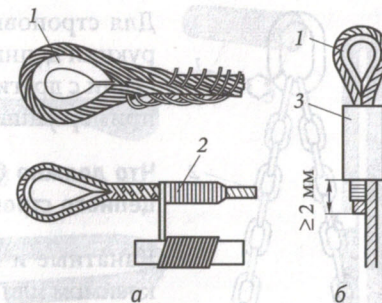

Рис. 3.9. Способы изготовления канатных стропов:
- заплетка с последующей обмоткой (оклетневкой) выступающих концов прядей (рис. 3.9, а);
- опрессовка алюминиевой втулкой (рис. 3.9, б).